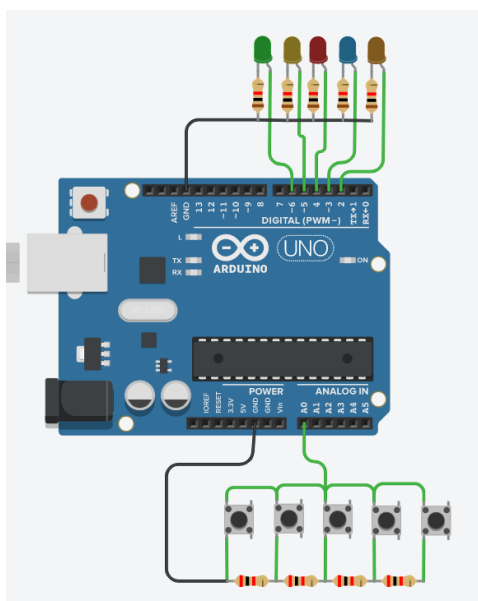

Рисунок 12 – Схема к заданию 3
3. Собрать схему (см. рисунок 12) и написать программу сканера клавиатуры на аналоговом пине. По нажатию одной из кнопок должен зажегаться соответствующий светодиод.